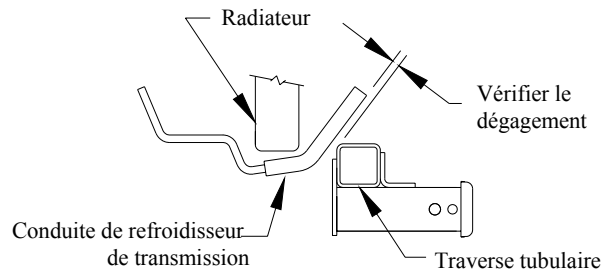

FIGURE 2
5. Vérifier le dégagement de la conduite de refroidisseur de transmission. Courber ou attacher pour empêcher le contact avec le récepteur, comme illustré à la figure 2.